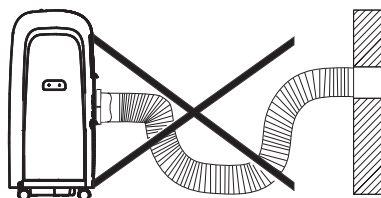

рис. 8
- 2) Установить кондиционер рядом с окном. Отрегулируйте длину шланга, чтобы добраться до окна. При установке вытяжного шланга убедитесь, что шланг не пережат и не перетянут (Рис. 8).